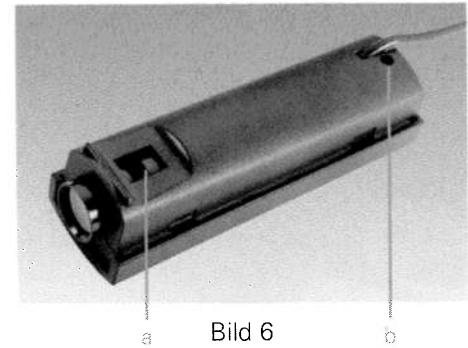

Bild 6
Die Kabelfernbedienung des PRADOVIT P 600 ist mit einem Lichtzeiger ausgestattet. Mit Hilfe eines Lichtpfeils kann damit auf kleine Details im projizierten Bild hingewiesen werden. Durch Druck auf die Taste (21) wird der Lichtzeiger eingeschaltet. Mit Hilfe des Schiebers (a) an der Unterseite der Kabelfernbedienung kann der projizierte Lichtpfeil scharfgestellt werden (Bild 6).
The cable remote-control of the PRADOVIT P 600 is equipped with a light pointer. It is possible to point to small details in the projected picture using the luminous arrow. Switch on the light pointer by pressing the pushbutton (21). You can adjust the focus of the projected luminous arrow using the slide (a) on the bottom of the remote-control (Fig. 6).
La télécommande à câble du PRADOVIT P 600 est équipée d'un indicateur lumineux. La flèche lumineuse permet d'attirer l'attention sur certains petits détails de l'image projetée. L'indicateur lumineux se met en marche en appuyant sur la touche (21). La mise au point de la flèche lumineuse projetée se fait à l'aide du curseur (a) qui se trouve sous la télécommande à câble (figure 6).